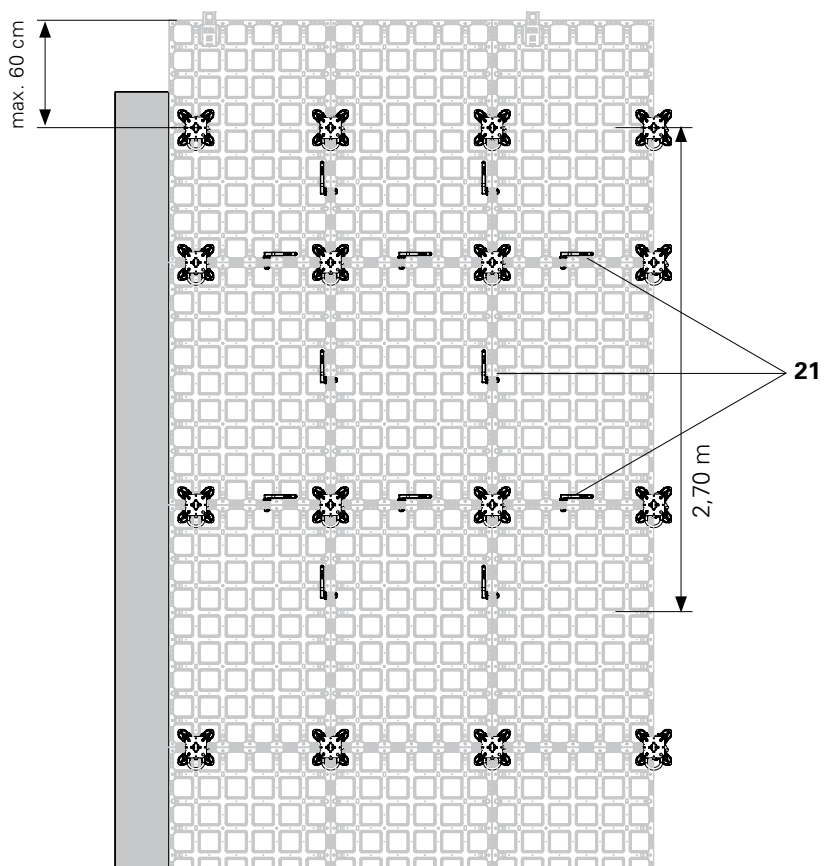

Fig. D4.06
- in un'area di 2,7 m dal bordo del solaio ogni pannello è collegato con 1 connettore DUO sul giunto corto e sul giunto lungo. (Fig. D4.06)